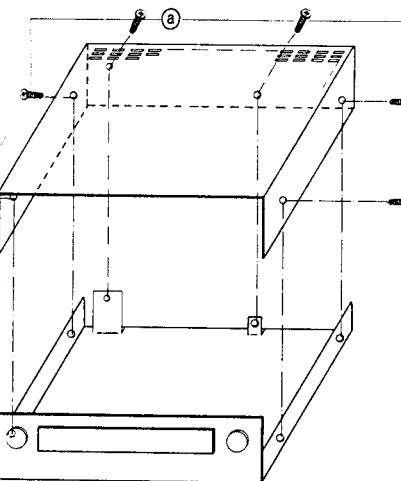

Abb. 1
- Vier Schrauben ④ an den Seiten und zwei an der Rückwand herausdrehen.
- Gehäuseoberteil nach oben abheben (Abb. 1).